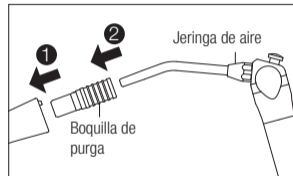

Fig. 8
- 3) Inserte la boquilla de purga en la parte posterior de la pieza de mano hasta que quede colocada en su lugar con un chasquido (Fig. 8 ①).
- 4) Inserte una jeringa de aire/pistola de aire en la boquilla de purga. Luego aplique aire durante 30 segundos o más para purgar el aceite sobrante dentro de la pieza de mano (Fig. 8 ②).